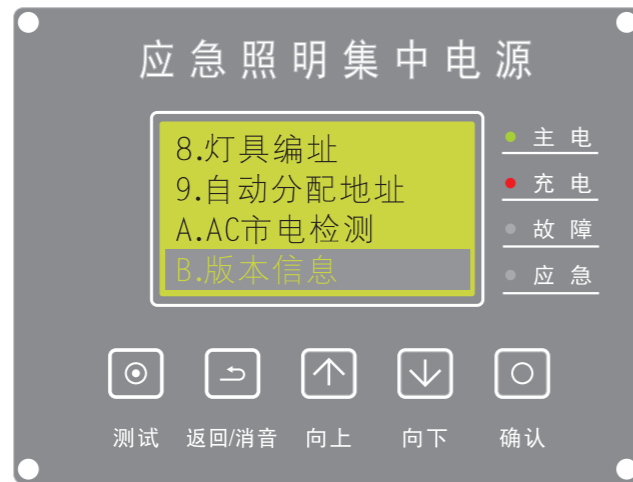

图31
(12)、版本信息：在主屏时，按【确认】键进入菜单，按【向上/向下】键选择【版本信息】（如图31）按【确认】键进入。